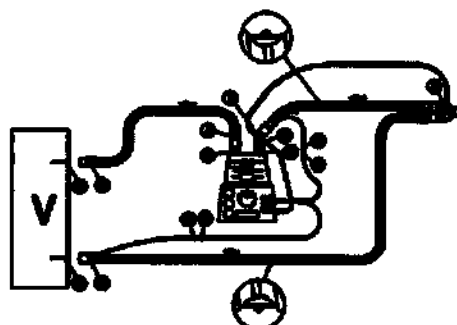
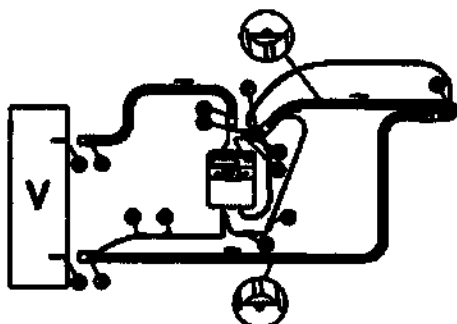

Рисунок 2
Рисунок 3
9. Информация о порядке установки, монтажа, настройки, калибровки и иных действиях, необходимых для ввода медицинского изделия в эксплуатацию	ИНСТРУКЦИЯ ДЛЯ ПОЛЬЗОВАТЕЛЯ: Для того чтобы присоединить контур к увлажнителю вентилятора, надо сделать следующее: 1. Извлеките контур из заводской упаковки. 2. Присоедините не нагреваемую часть патрубка вдоха (A) к входу увлажнителя (A1). 3. Присоедините второй патрубок вдоха (B) к выходу увлажнителя (B1). 4. Присоедините магистраль вдоха контура (C) к порту вдоха аппарата ИВЛ (C1). 5. Соедините магистраль выдоха контура (D) с портом выдоха аппарата ИВЛ (D1). 6. Вставьте температурный датчик больного в соответствующий порт коннектора (E). 7. Если увлажнитель снабжен датчиком мониторинга температуры газа на выходе, датчик следует вставить в порт коннектора на выходе увлажнителя (F). Некоторые контуры могут быть снабжены двумя соединителями с выходными отверстиями увлажнителей; прозрачный предназначен для увлажнителей F&P™* MR 730, HUDSON RCI™* и Bear™*; тогда как зеленый – только для увлажнителя F&P™* MR 850. Перед подсоединением зонда, убедитесь в том, что соединитель, вставленный в отверстие для увлажнителя совместим с применяемым увлажнителем. Применение несовместимого соединителя может привести к неправильной его работе или выходу из строя. 8. С помощью специального адаптера (переходника) соедините электрический коннектор провода нагрева (G) вдоха с соответствующим гнездом питающего кабеля увлажнителя (G1). 9. Если двойные дыхательные контуры используются с устройством Fisher & Paykel™* (рис. 2), красный электрический коннектор магистрали вдоха (G) соединяется с красным патрубком адаптера (G1), а синий электрический коннектор магистрали выдоха (H) – с синим патрубком адаптера (H1). 10. Если используется двойной дыхательный контур для увлажнителя HUDSON RCI™* (рис. 3), следует применять два адаптера. Соединение осуществляется следующим образом: ♦ голубой электрический коннектор магистрали вдоха (G) с помощью адаптера присоединяется к короткому концу кабеля увлажнителя с голубым коннектором (G1); ♦ желтый электрический коннектор магистрали выдоха (H) с помощью адаптера присоединяется к длинному концу кабеля увлажнителя с желтым коннектором (H1). 11. Установите на шкале увлажнителя требуемую температуру и проверьте правильность соединений, как показано на рисунках 1, 2 и 3. Контур может иметь односторонние клапаны; перед использованием таких клапанов в работе проверяйте их на рабочую функцию и направление потока. Максимальный срок использования прибора: 48 часов. Если дыхательный контур применяется с фильтром,